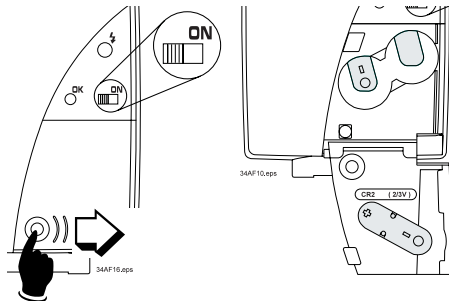

Bild 1: Einlegen und Auswechseln der Batterien
- Drücken Sie den Entriegelungsknopf, schieben den Batteriefachdeckel nach rechts und klappen diesen auf (siehe Bild 1).